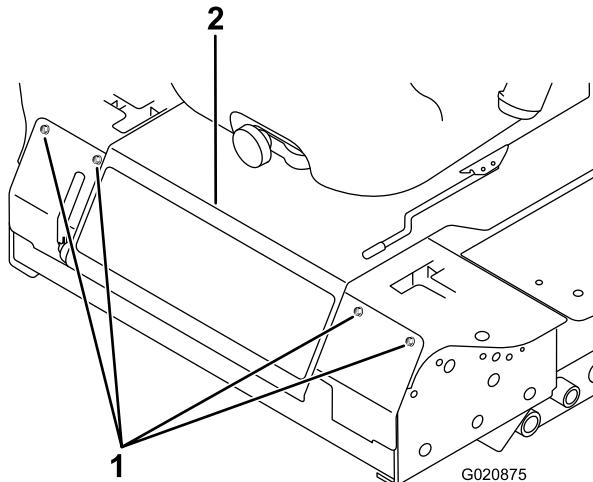

Figura 51
3. Afloje los pernos del panel delantero y retire el panel (Figura 51).